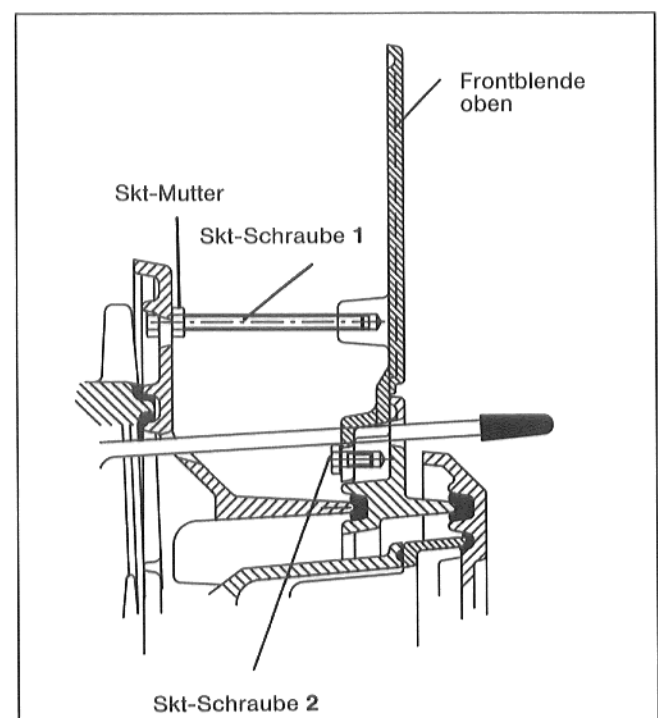

Abb. 2: Seitenschnitt Frontblende oben
- Blende mit 2 Skt-Schrauben 2 locker befestigen (s. Abb. 2).